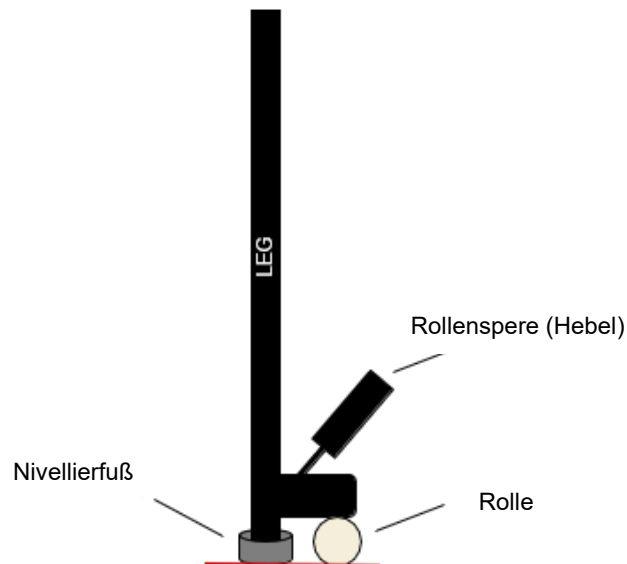

Abb. 16
16. Nachdem alle Rollen montiert sind, stellen Sie die Nivellierfüße parallel zur Rolle ein, wenn die Rollensperre aktiviert ist (Hebel oben) (Abb. 16). Der Ständer sollte frei rollen, ohne dass die GummifüÙe den Boden berühren, wenn die Rollensperre deaktiviert ist (Hebel unten).